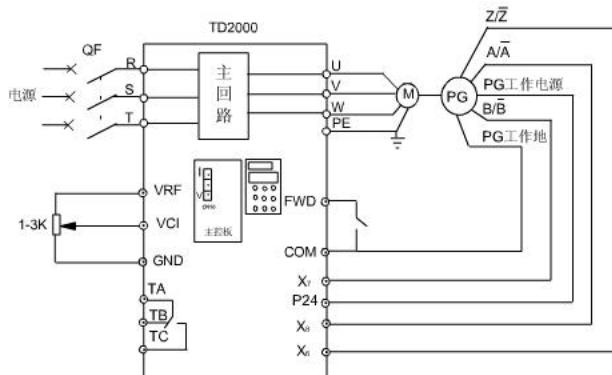

图6-27 PG速度闭环控制系统接线图
TD2000系列变频器采用外接控制端X₇、X₈, 配合脉冲编码器 (PG) 可以组成速度闭环控制系统, 如图6-27所示。
如需考虑速度脉冲清零, 减少转速检测误差, 可以将清零脉冲通过控制端子输入, 如图6-27中的X6。(保留)